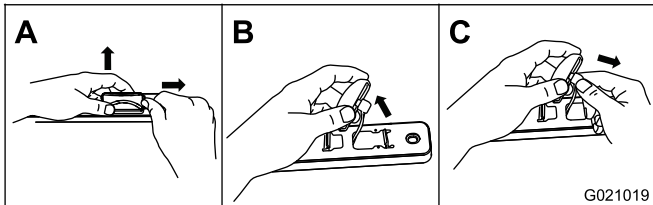

Figura 58
1. Apriete una de las pestañas que sujetan el conjunto de la lente, y separe la lente del resto del conjunto de la luz central (Figura 58).